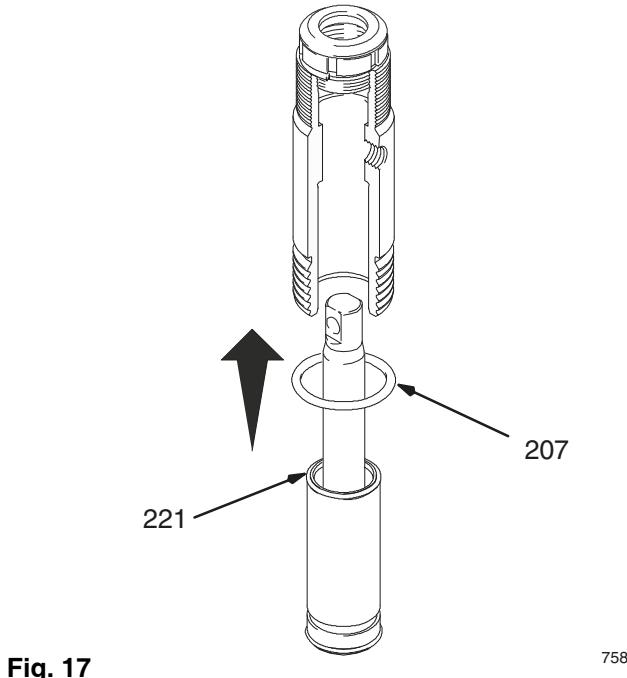

Fig. 17
Fig. 17. Aplique massa lubrificante no anel em forma de O (221) e coloque-o na manga. Faça deslizar a montagem da manga/haste do pistão para a parte inferior do cilindro. Substitua o anel em forma de O (207), se desejado.